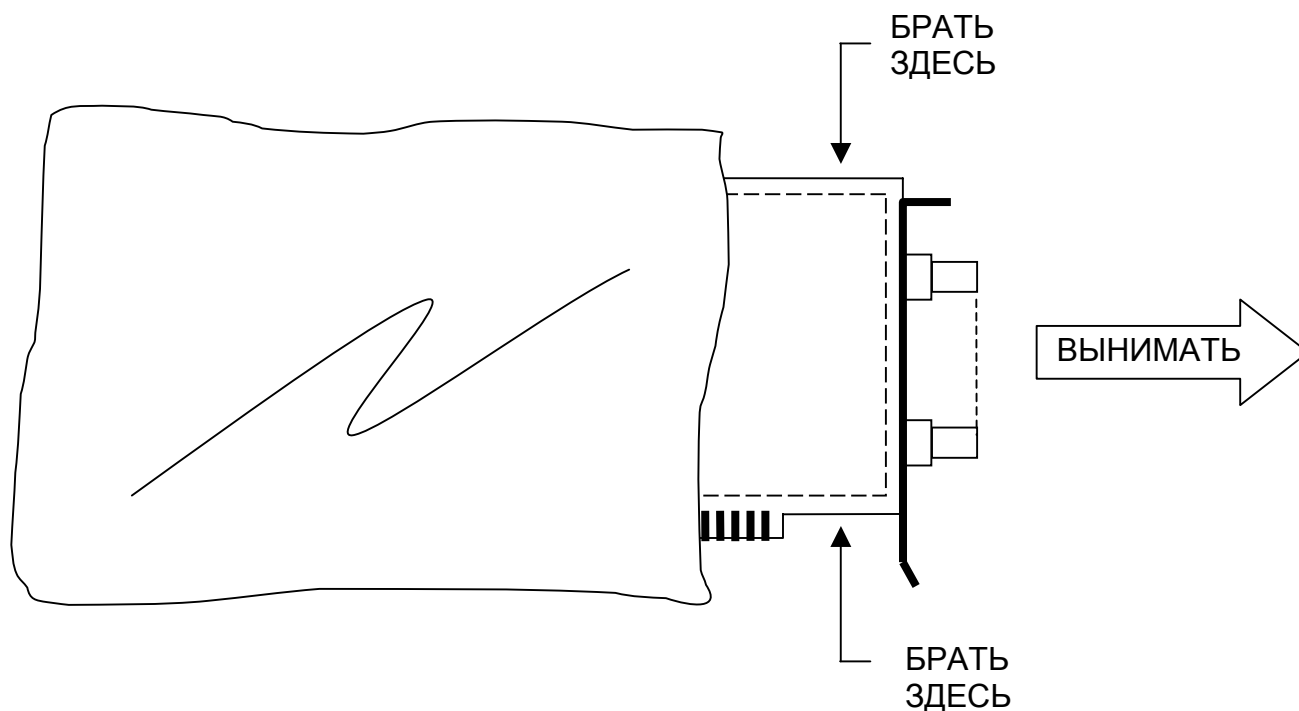

Рис. 6. 1
4) Выньте плату из коробки. Выньте плату из пакета, как показано на рисунке (Рис. 6. 1).
**ВНИМАНИЕ!** Плату брать только за ребра или кронштейн (см. Рис. 6. 1). Не прикасаться к деталям и печатным проводникам платы,